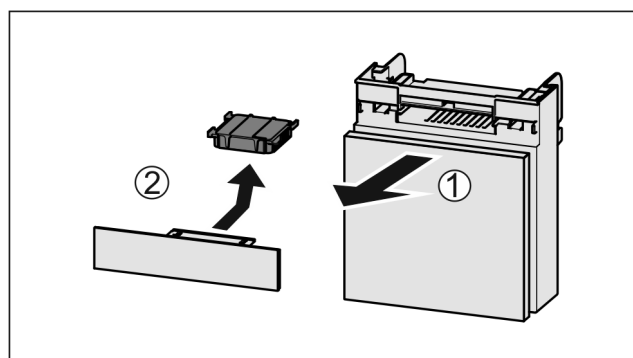

Fig. 135
- Extrageți Fig. 135 (1) compartimentul către înainte.
- Scoateți Fig. 135 (2) filtrul de cărbune activ.